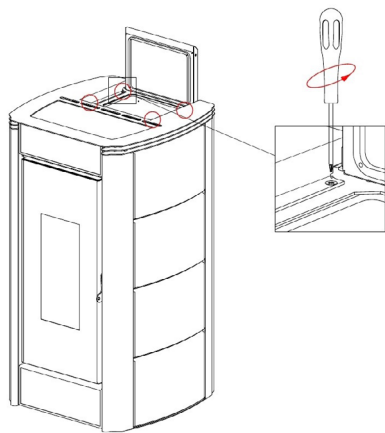

Fig. 25 - Verwijdering van de schroeven
- Het deksel verwijderen: de bovenste 4 schroeven losdraaien (zie Fig. 25 op pag. 20).